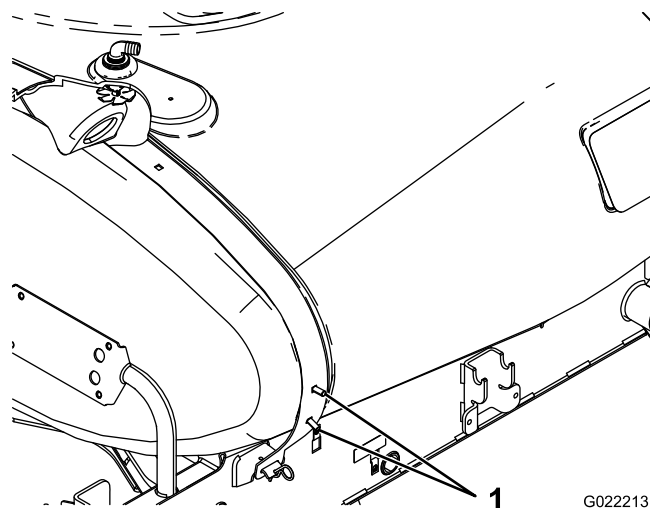

Figura 8
2. Instale 2 pernos de cuello cuadrado en los taladros interiores inferiores del lado derecho del fleje trasero del depósito (Figura 8).